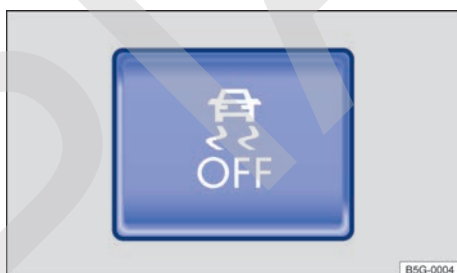

Fig. 154 En la parte inferior de la consola central: tecla para desconectar y conectar manualmente el ASR (en función del modelo).
- La función ASR se puede desactivar con el motor en marcha pulsando la tecla  → fig. 154.
- La función ASR se vuelve a activar pulsando la tecla  → fig. 154.